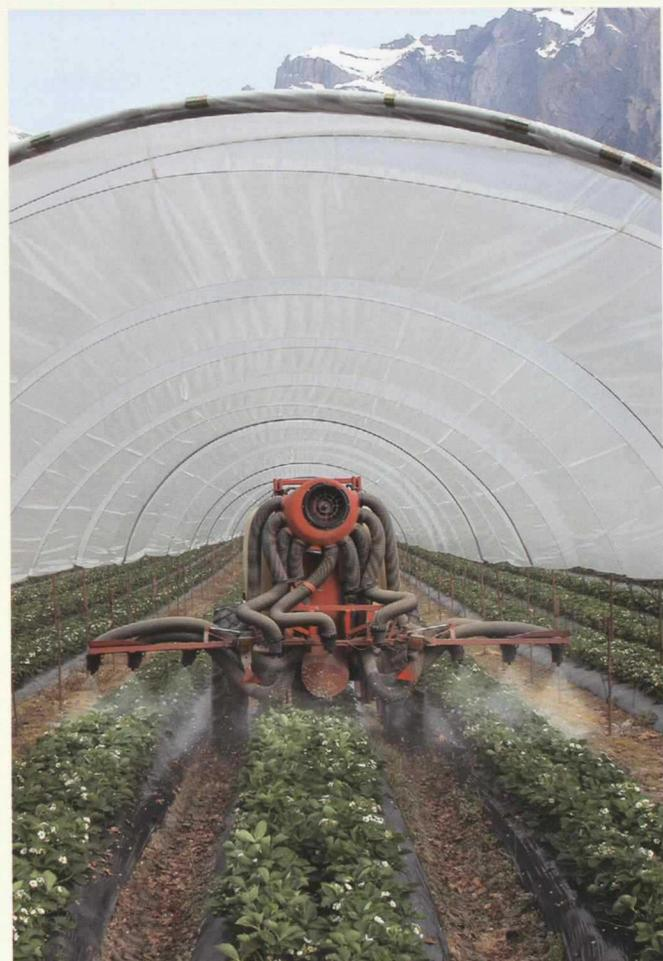

Fig. 7. Traitement avec un appareil à assistance d'air de type Hardi mini variant.
- Avec des pulvérisateurs à assistance d'air (fig. 7), les sorties d'air ne doivent pas être orientées perpendiculairement à la culture mais légèrement orientées dans le sens d'avancement du tracteur pour garantir une bonne pénétration de la bouillie. Le débit d'air ne doit pas être trop élevé, car les gouttelettes se déposent moins bien sur les plantes et se perdent dans l'environnement (fig. 8). En outre, trop d'air peut provoquer des cassures à la culture. Il faut également éviter les pressions trop élevées, supérieures à huit bars, car elles génèrent des gouttelettes trop fines qui sèchent avant d'atteindre le végétal.